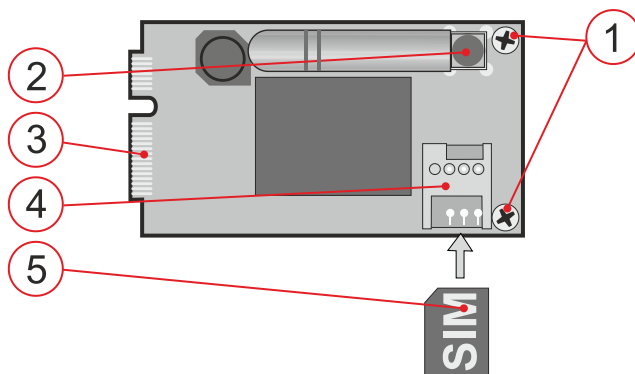

Fig. 1: Módulo de comunicação JA-194Y
- Instalar o módulo de comunicação no conector do sistema na central de alarme e utilizar os dois parafusos (1) para fixação à placa da central de alarme
- Instalar a antena GSM** no conector (2) do módulo de comunicação (incluída com o módulo JA-194Y). Ao instalar a antena, siga a orientação mostrada na Fig. 1.